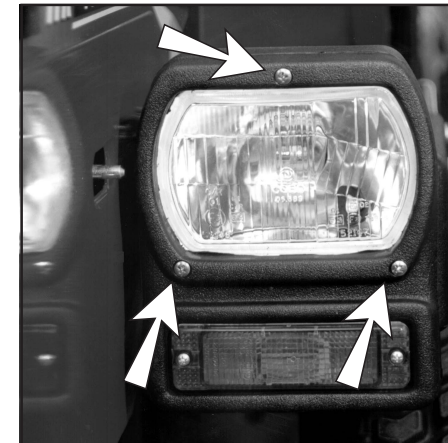

Fig. 66
- Foretag justering ved hjælp af skrueerne, der fastgør lygten (fig. 66).